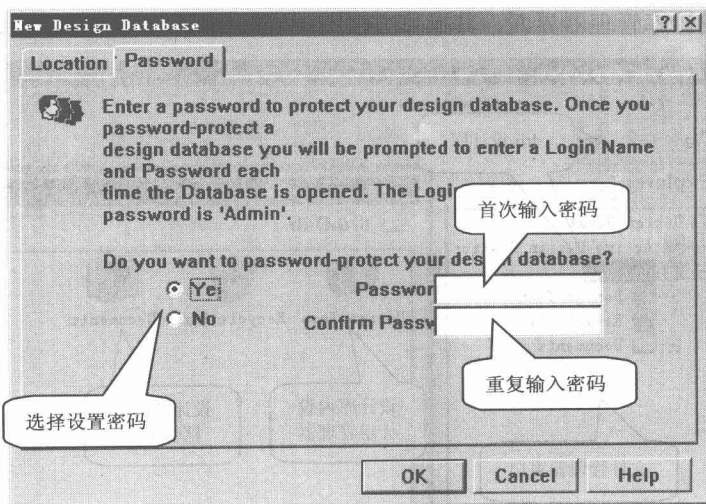

图 1.5 设计数据库设置密码
(4) 单击 Password 标签可设置打开设计数据库时的密码，如图 1.5 所示。但是，如文件类型设置为 Windows File System（文件夹管理类型），则此标签消失。